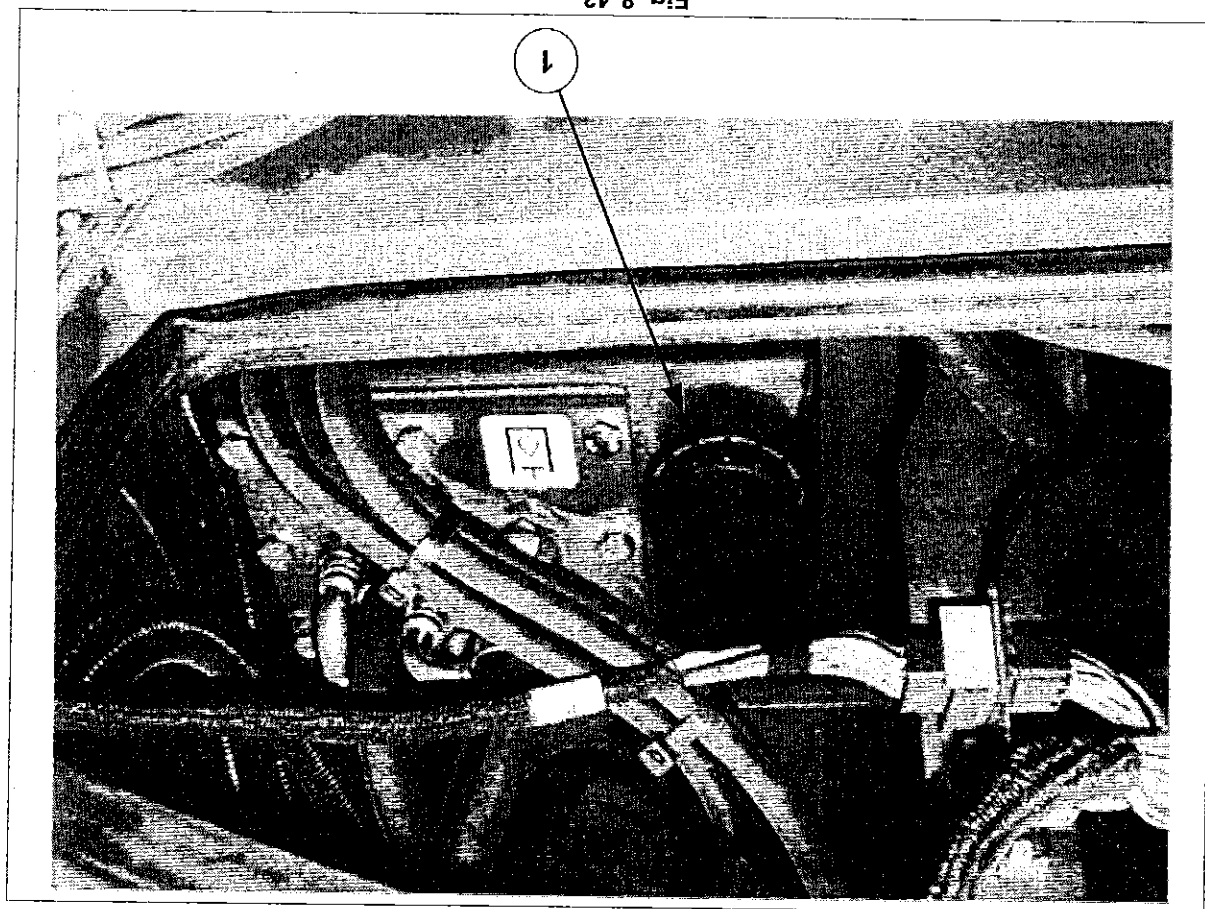

Fig. 8-43
Il livello dell'olio deve corrispondere almeno alla tacca inferiore sull'asta, se necessario provvedere immediatamente al rabbocco attraverso il tappo di riempimento 1 di fig. 8-43.
2. Svitare il tappo di carico part. 1 di Fig. 8-43.